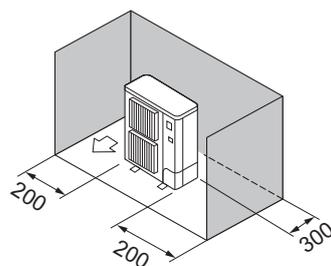

Fig. 3-7
③ Obstáculos apenas na parte de trás e nos lados (Fig. 3-7)